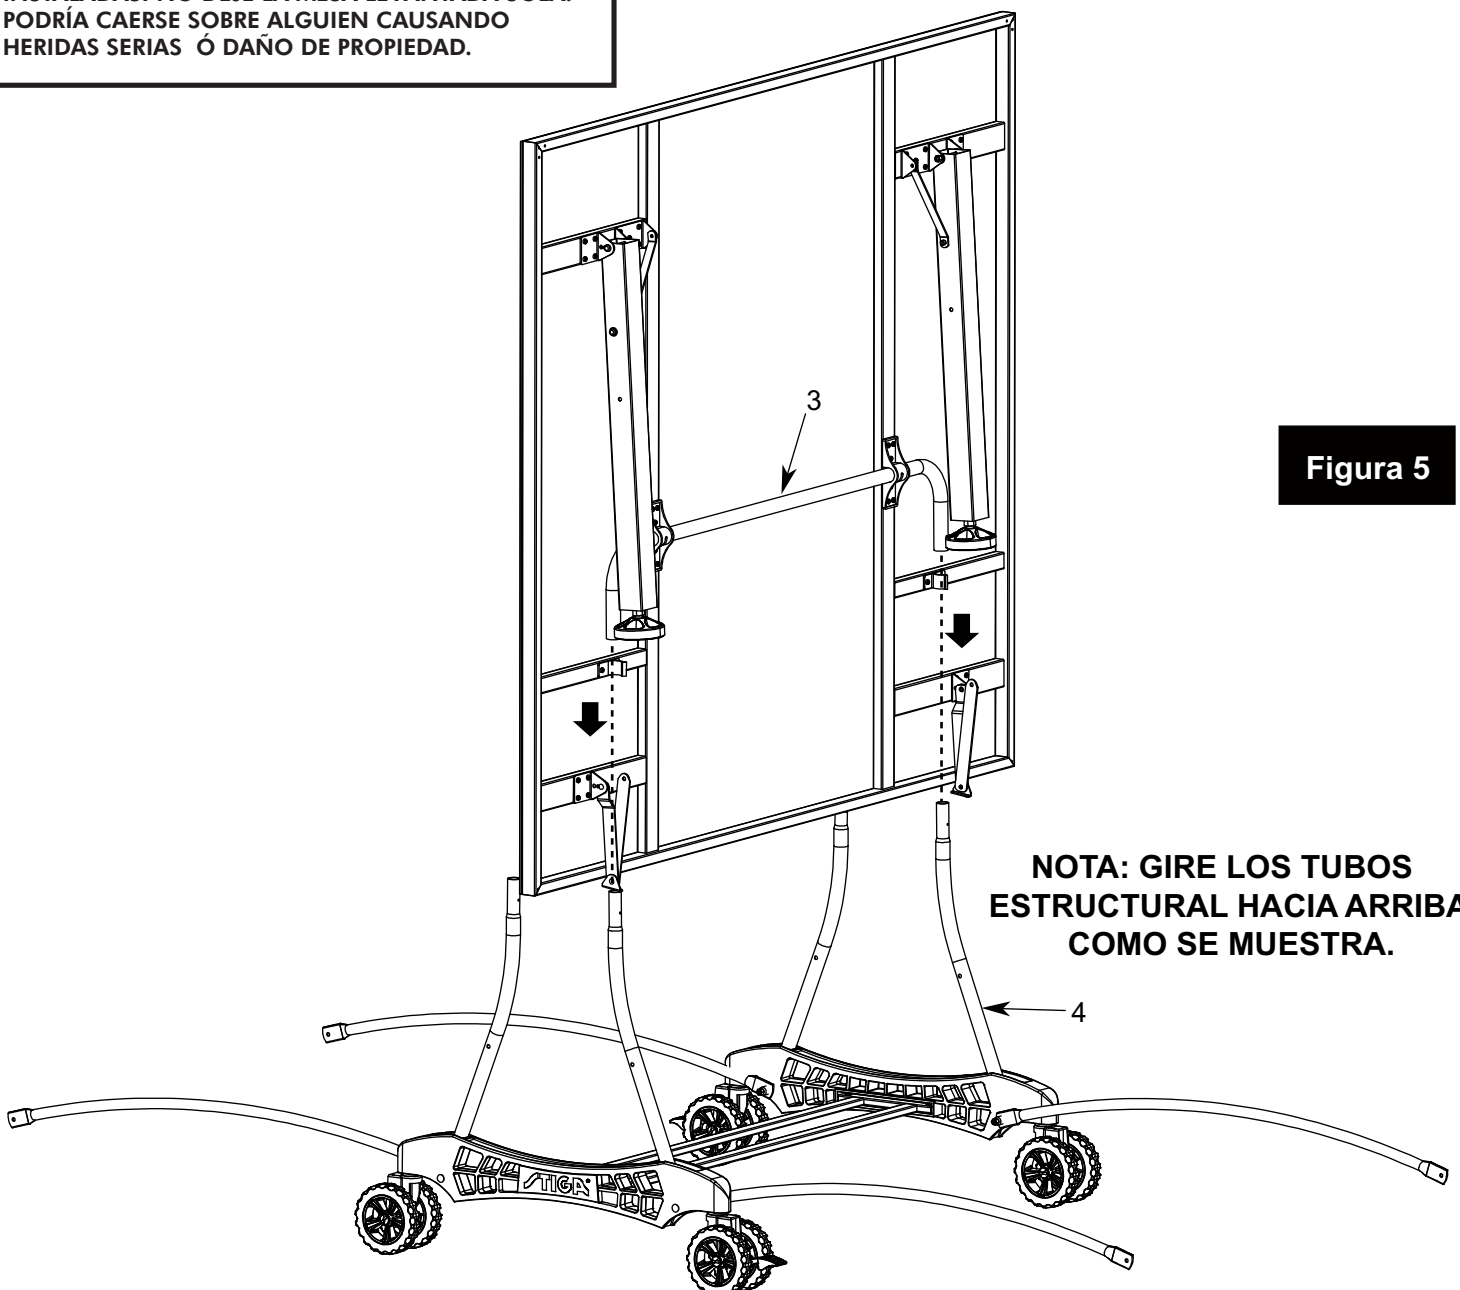

Figura 5
5. Una el Tablero a la base ensamblada. Gire los Tubos Estructurales (#4) hacia arriba y después con por lo menos un adulto en cada lado de la mesa, levante y alinee las orillas del Tubo de Soporte-U (#3) a las puntas de los Tubos Estructurales en los Carriles como están mostrados en la **FIGURA 5**. Deslice los Tubos juntos.